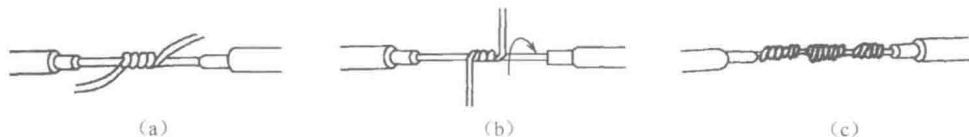

图 1.12 单股铜线的直线连接
① 首先把两线头的芯线做 X 形相交,互相紧密缠绕 2~3 圈,如图 1.12(a) 所示。
② 接着把两线头扳直,如图 1.12(b) 所示。
③ 然后将每个线头围绕芯线紧密缠绕 6 圈,并用钢丝钳把余下的芯线切去,最后钳平芯线的末端,如图 1.12(c) 所示。